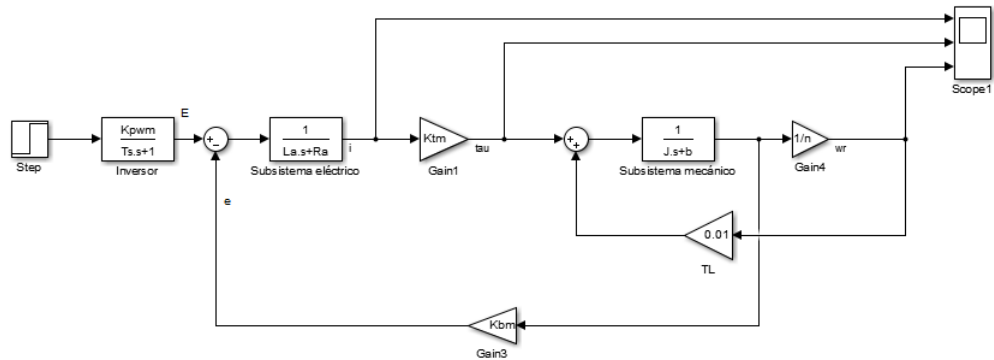

Figura 1: Diagrama de bloques del vehículo eléctrico
El alumno armará en SIMULINK el sistema de control que se muestra en la Figura 1, que representa un Vehículo Eléctrico (VE). Este sistema incluye la función de transferencia de la aproximación del motor de corriente directa sin escobillas salida de velocidad (con los parámetros del motor PMAC ME1115), que incluye la dinámica del inversor (etapa de potencia), la relación de transmisión de potencia, la inercia equivalente de la masa del vehículo y de las llantas, y el par de carga. NOTA: en el diagrama de la Figura 1, el escalón representa una fuente de voltaje que puede tener valores entre 0 – 72 [V].